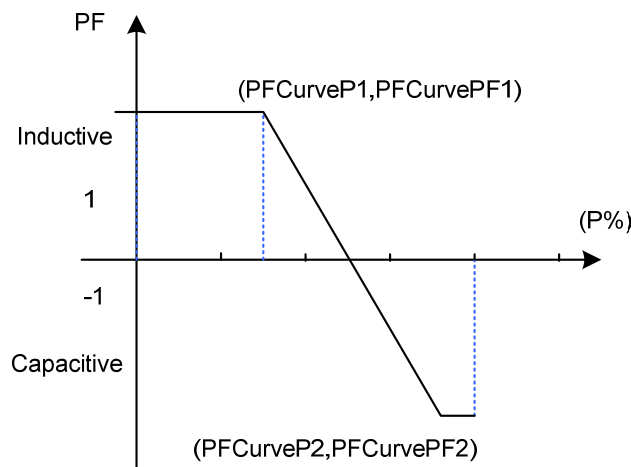

Figura 6-12: Modo de Curva PF(P)
PF(P) Curve: Modo de Curva PF(P) Nota: O fator de potência muda de acordo com a alteração da potência, conforme mostrado na Figura 6-12.